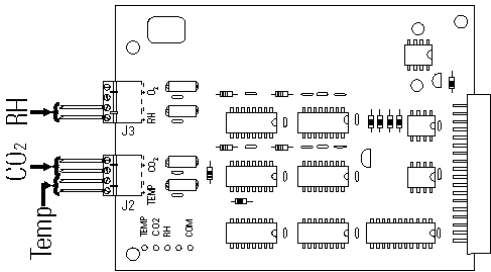

图 9-4. 模拟输出板上的导体
4. 每个被监测的系统（温度、CO₂、RH）均需占用两个导体。（请参阅图 9-4）。
6. 剥去每个导体的末端，用电线连接至模拟板上 J2 和/或 J3 接口的相应接线柱上。见图 9-4。